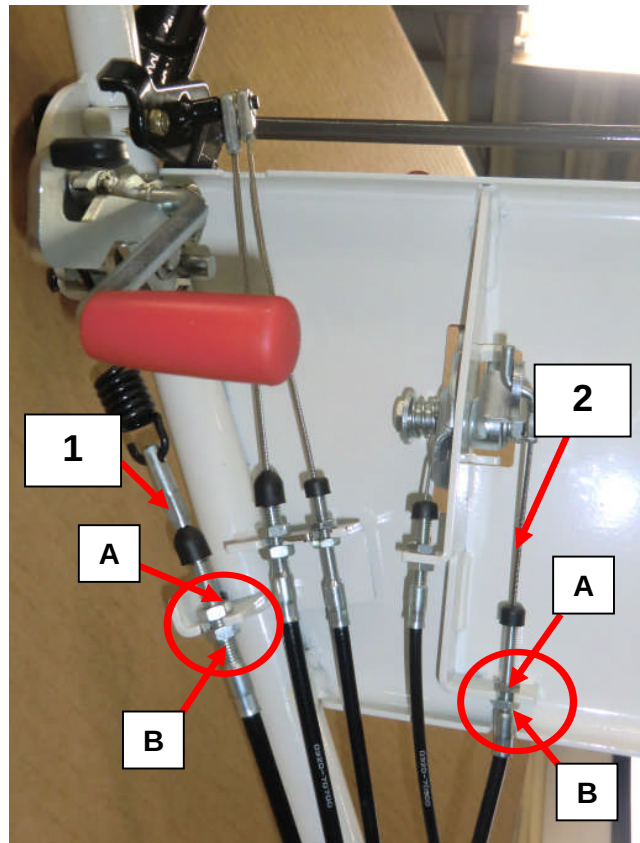

Figure 17
-Si lorsque vous relâchez la poignée de commande de la lame, la lame ne s'arrête pas, ajustez la tension du câble (1 Figure 17) en dévissant le contre écrou de réglage du tendeur (1 figure 17(repère A)), puis en descendant l'écrou de réglage du tendeur (1 figure 17 (repère B)). Resserrez le contre écrou puis vérifiez si la machine fonctionne normalement. Refaites le réglage si la machine ne fonctionne pas normalement.
-Si lorsque vous démarrez la machine et que la lame tourne ou que vous entendez la courroie patiner, ajustez la tension du câble en dévissant le contre écrou de réglage du tendeur (1 figure 17(repère A)), puis en remontant l'écrou de réglage du tendeur (1 figure 17(repère B)). Resserrez le contre écrou puis vérifiez si la machine fonctionne normalement. Refaites le réglage si la machine ne fonctionne pas normalement.
- Si le blocage du différentiel, ne s'engage pas il faut retendre le câble (2 Figure 17). Dévissez le tendeur (2 figure 17(repère A)) et remontez le contre-écrou de blocage (2 figure 17(repère B)). Revissez ensuite le contre écrou